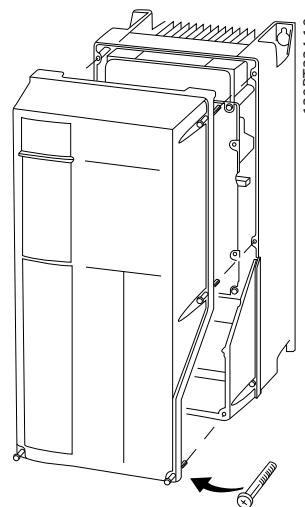

Bild 2.10 Åtkomst till styrkablar för A4-, A5-, B1-, B2-, C1- och C2-kapslingar
- Eller ta bort frontplåten genom att lossa fästskruvarna. Se Bild 2.10.